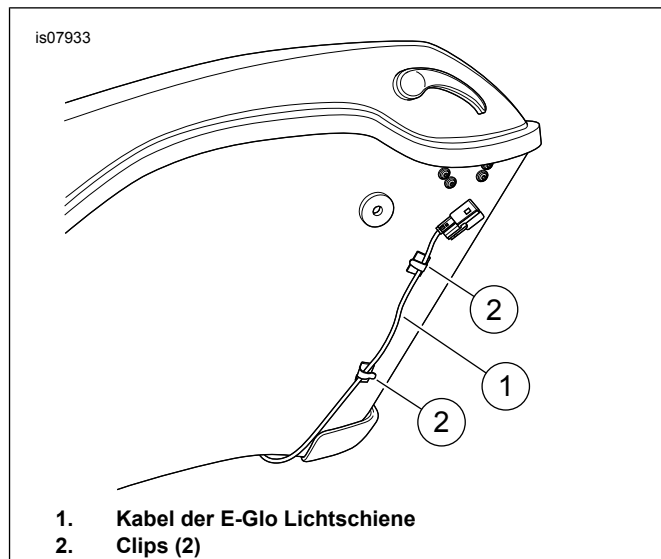

Abbildung 2. Kabelverlegung
13. Siehe Abbildung 2. Die Kabel der E-Glo Lichtschiene wie dargestellt verlegen. Die Kabel mit den im Satz enthaltenen Clips befestigen.